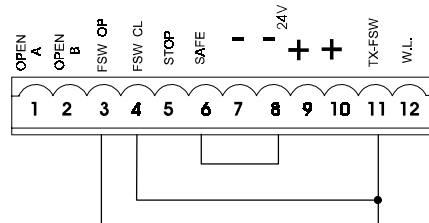

Рис. 26
Если устройства безопасности не используются, необходимо установить перемычки, как показано на рис. 26.
**NB.: Если никакие устройства не подключаются, выводы FSW OP и -TX FSW соединяются перемычкой (рис. 26).**
**NB.: Если никакие устройства не подключаются, выводы FSW CL и -TX FSW соединяются перемычкой (рис. 26).**
**NB.: если «граничные» датчики не подключены, необходимо установить перемычку между клеммами SAFE и “-“ (рис. 26).**